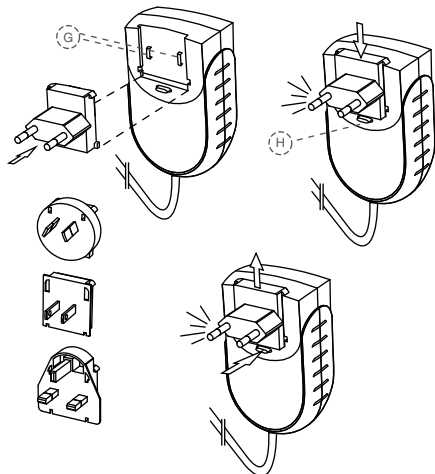

Abb. 4 Netzteil und Adapter
1. Wählen Sie den zu Ihrer Stromversorgung passenden Steckeradapter (siehe Abb. 4).
2. Setzen Sie den erforderlichen Steckeradapter auf die zwei Kontakte (Abb. 4, G) am Netzgerät und drücken Sie ihn in Richtung Verriegelungstaste (Abb. 4, H) bis er einrastet. Zum Wechseln des Adapters müssen Sie die Verriegelungstaste drücken.